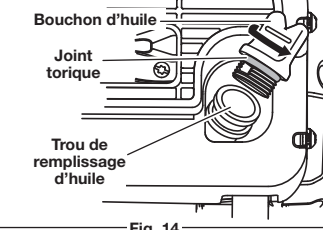

Fig. 14
- Retirez le bouchon du réservoir d'huile (Fig. 14).
REMARQUE : Assurez-vous que le joint torique est en place sur le bouchon d'huile lors de la vérification et de la vidange de l'huile (Fig. 14).